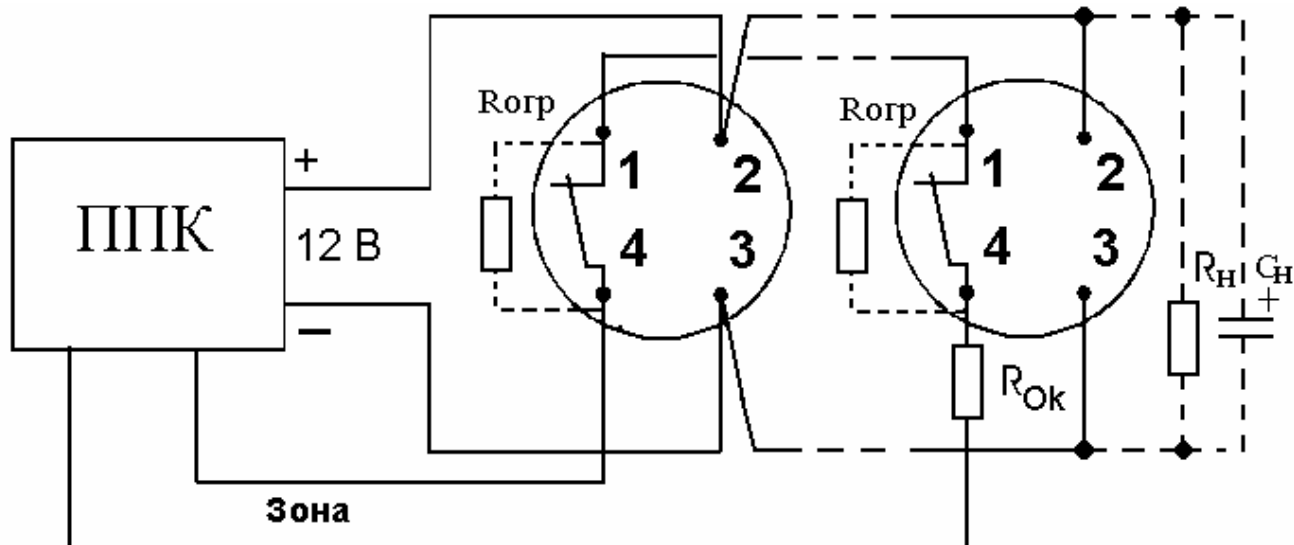
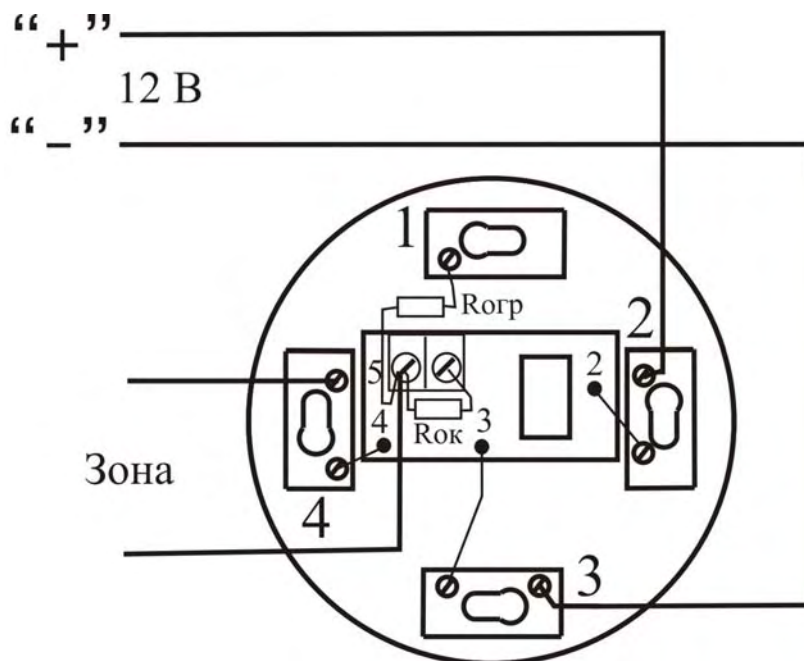

Рис. 1
Рис. 4
2.10 Сопротивление разомкнутых контактов реле	в зависимости от R _{огр} (см рис.1)
3.2 При условии специального заказа возможна поставка извещателей с установленными резисторами (R_{огр} см. рис. 1) заданного сопротивления параллельно нормально-замкнутым контактам реле.
6.6 Схемы подключения извещателей к ППК с различными ШС приведены на рис. 1 – рис. 4.